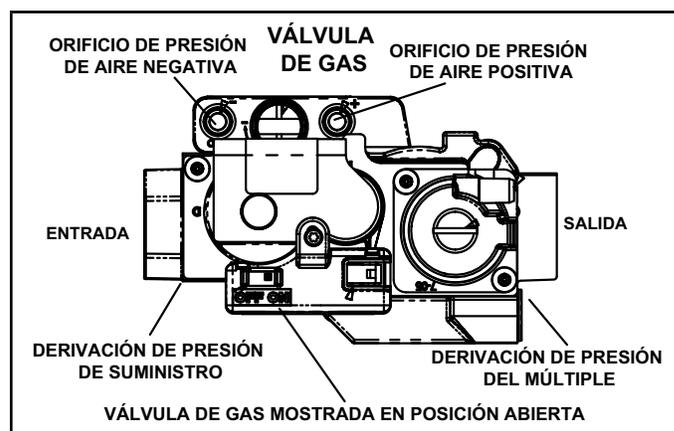

FIGURA 57
#### Operación de la válvula de gas (FIGURA 57)
- 6 - Mueva el interruptor de la válvula de gas a la posición APAGADO. Ver la FIGURA 57.
- 8 - Mueva el interruptor de la válvula de gas a la posición ENCENDIDO. Ver la FIGURA 57. No lo fuerce.